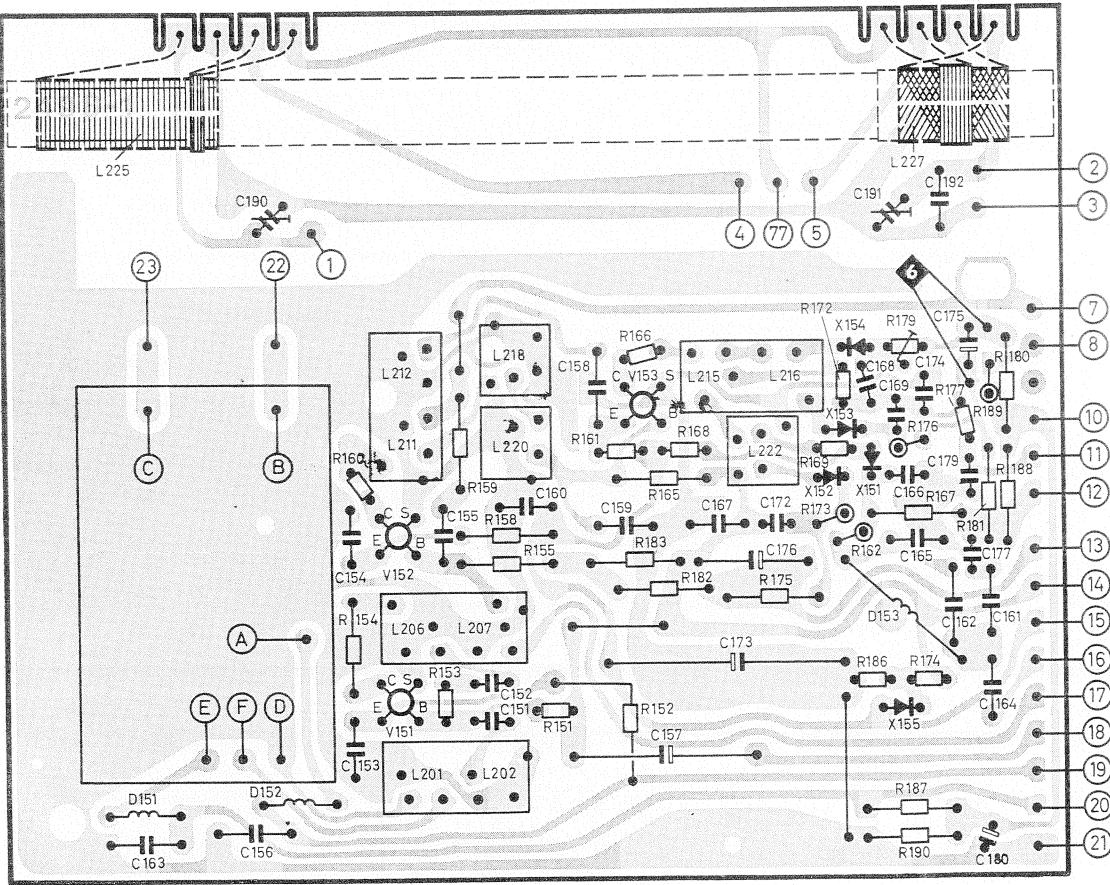

Fig. 3
- 8.2 Beim FM-Abgleich ein hochohmiges Voltmeter Ri ≥ 50 kΩ/V parallel zu C 175 anschließen, <6> Fig. 3.